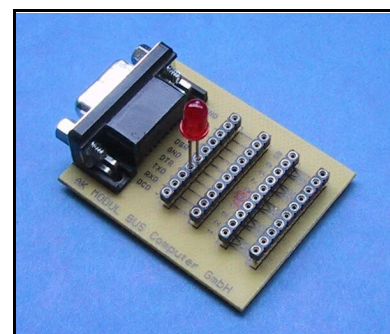

Abb. 7: Experiment mit LED
Zunächst schließen wir die Leuchtdiode (kurz LED) wie in Abb. 7 an. Dabei sollte der längere Anschluss der LED mit DTR verbunden sein, der andere mit dem Masse-Anschluss (GND). Wir benutzen nun ein HTML-Dokument mit eingefügter COMX-Komponente. Zunächst fügen wir vier Schaltflächen hinzu: die Öffnen-Schaltfläche soll die serielle Schnittstelle COM1 öffnen, die An-Schaltfläche soll die LED zum Leuchten bringen, die Aus-Schaltfläche soll sie wieder ausschalten und die Schließen-Schaltfläche soll die serielle Schnittstelle wieder schließen (Abb. 8).
1. Schließe die Leuchtdiode auf der Platine genau umgekehrt an wie im Text zu Abb. 7 beschrieben. Betätige nun die Schaltflächen „an“ und „aus“. Was fällt auf? Erkläre.